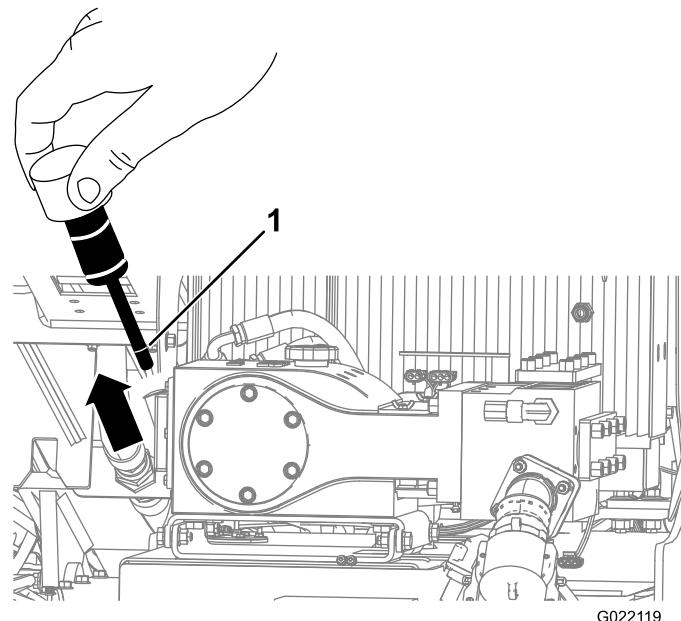
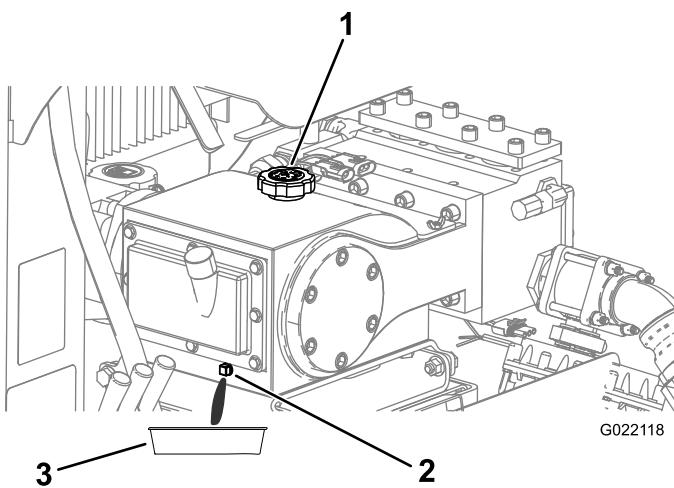

Figura 111
Figura 112
3. Retire la varilla de aceite (Figura 111).
4. Asegúrese de que el nivel de aceite llega a la línea de llenado de aceite (Figura 111).
4. Retire el tapón de vaciado y coloque un recipiente debajo del orificio del tapón de vaciado (Figura 112).
6. Deje que se drene el aceite del tapón de vaciado en el recipiente (Figura 112).
8. Retire el tapón de llenado de aceite (Figura 112) y añada aproximadamente 1,9 litros (2 cuartos de galón) de aceite, hasta que el aceite llegue a la línea de llenado de aceite de la varilla, según se muestra en (Figura 111).